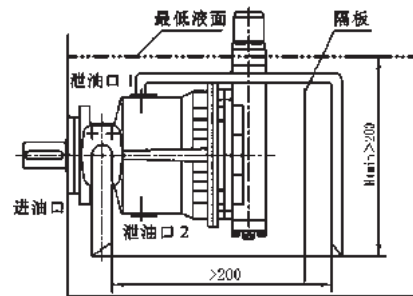

图 3
a) 当油箱的最低液面在泵顶端之上时，把泄油口 2 堵住，泄油口 1 须配管，进油口也配管。（参见图 3）